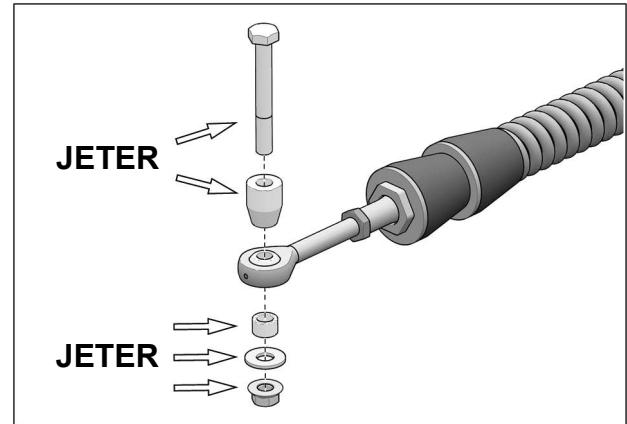

Fig. 3
- Retirer et jeter les boulons, rondelles, espaces et écrous aux rotules des bras stabilisateurs des systèmes arrière. Voir la Fig. 3